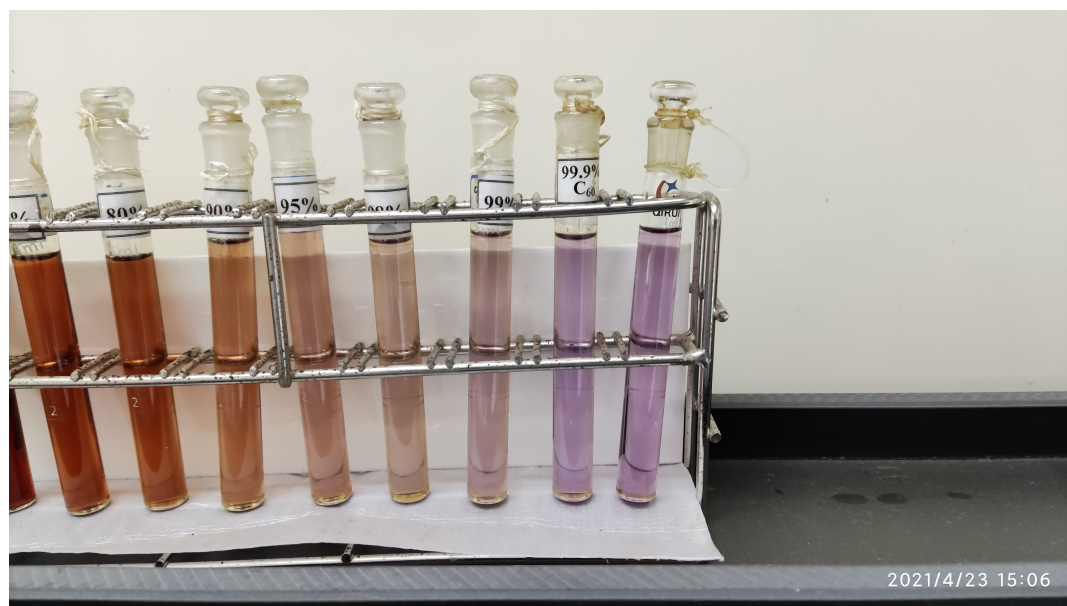

图 2: 目视比色法判断C₆₀ 纯度
用 20mL 甲苯将产物转入 50mL 容量瓶, 加甲苯定容至刻线, 摇匀备用。用滴管取 0.5mLC₆₀ 溶液, 在 5mL 比色管中定容, 摇匀。将比色管与标准色阶对比, 确定产品纯度, 经过比较, 实验者所的产品纯度大于 99.9%, 对比结果如图2所示。用微量进样器取 50 LC₆₀ 溶液, 在 10mL 容量瓶中用甲苯定容, 摇匀。用紫
(3) 根据附图 2 讨论对-叔丁基杯 [8] 芳烃分离 C_{60} 和 C_{70} 的效率，能否做到 C_{60} 和 C_{70} 的完全分离（收率和纯度都达到 99%）？如何做到？